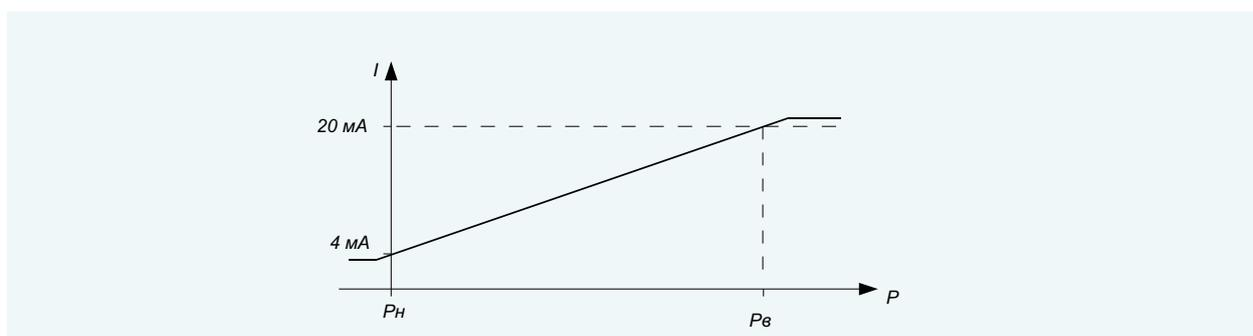

Рис. 3. График выходного сигнала датчика СЕНС ПД-4-20 мА
Датчик СЕНС ПД-4-20 мА имеет линейно возрастающий выходной сигнал 4 ... 20 мА (рис. 3).
- СЕНС ПД-8/24 мА – В... – ток увеличивается при повышении давления («В» - верхний порог) – рис. 3А,
- СЕНС ПД-8/24 мА – Н... – ток увеличивается при понижении давления («Н» - нижний порог) – рис. 3Б.